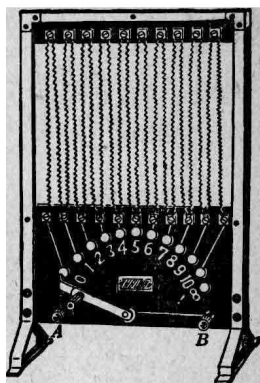

图 77 轉柄变阻器
轉柄变阻器的构造如图 77 所示。图中的黑色部分表示絕緣板，絕緣板上固定着許多方形金屬片，上、下方的金屬片之間連着螺旋形的合金綫。下方的各块金屬片，分別跟固定在絕緣板上的接触釘相連。絕緣板上还装有一个金屬轉柄，轉动轉柄，可以使它跟任何一个接触釘紧密接触。使用这种变阻器的时候，把接綫柱 A、B 接在电路里。如果使轉柄跟左方第三个接触釘接触，左方的四条合金綫就連入了电路。改变轉柄接触的接触釘，就改变了連入电路的合金綫条数，电阻也就随着改变。
(4) 图 77 所示的转柄变阻器，当转柄跟哪个接触钉接触的时候，所有的合金线都连入了电路？当转柄跟哪个接触钉接触的时候，所有的合金线都没有连入电路？当转柄跟标着“ $\infty$ ”